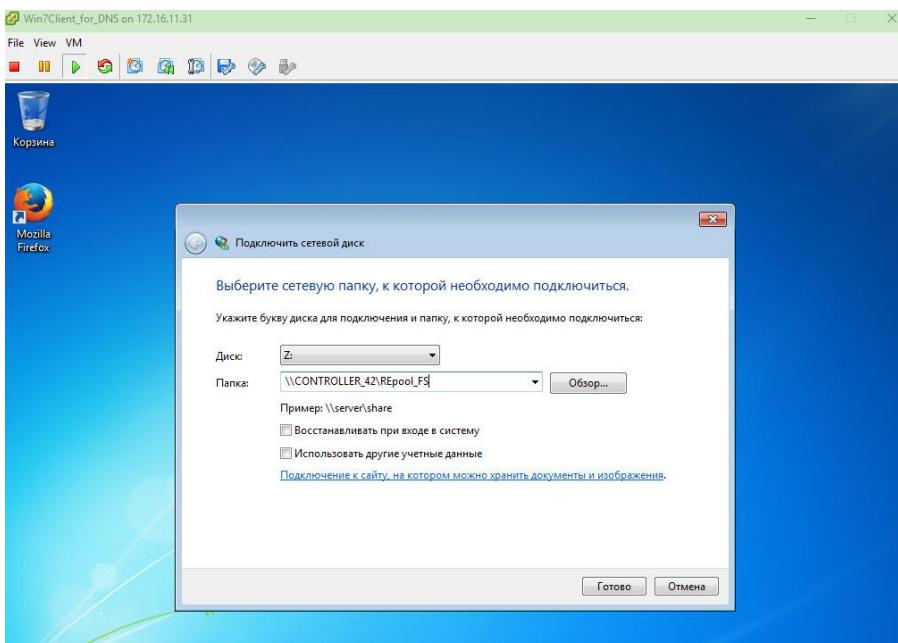

Рисунок 149. Окно подключения сетевого диска.
3. Введите необходимые данные (см. Рисунок 149).